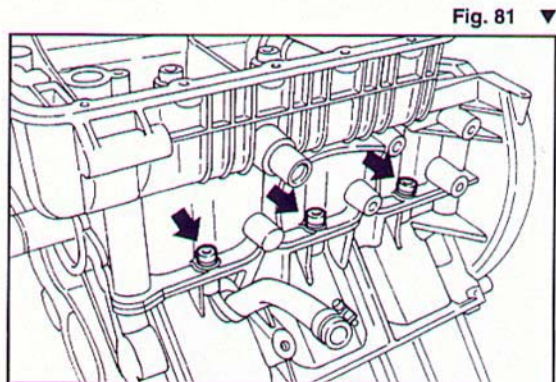

Fig. 81 ▼
- svitare le sei viti a brugola esterne fissaggio sottobassamento (Fig. 81);
- unscrew the six external Allen screws securing the crankcase (Fig. 81);